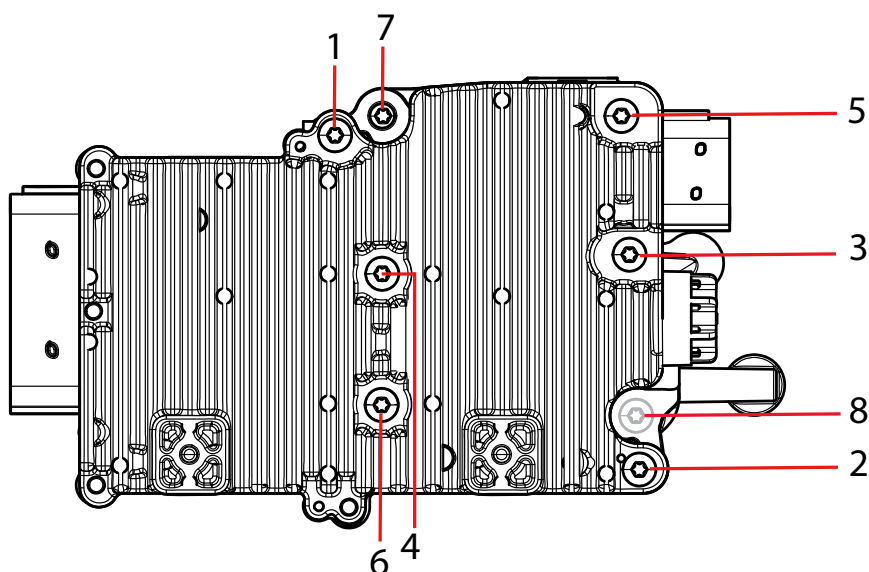

Fig. 1 Ordinea șuruburilor care trebuie slăbite și îndepărtate
4. Slăbiți și îndepărtați șuruburile torx exterioare M8 de la 1 până la 6 vezi "Fig. 1 Ordinea șuruburilor care trebuie slăbite și îndepărtate":
9. Slăbiți și îndepărtați șuruburile de la 7 până la 8 vezi "Fig. 1 Ordinea șuruburilor care trebuie slăbite și îndepărtate".